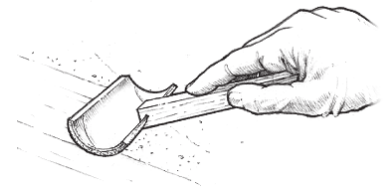

Figura 31 Puntee el revestimiento arrastrando un pincel rodillo de espuma ligeramente sobre el epóxico fresco.
8. Puntee el revestimiento arrastrando un pincel rodillo de espuma ligeramente sobre el epóxico fresco en golpes largos e incluso solapados después de aplicar cada lote. Use suficiente presión para suavizar el punteado, pero no tanta como para remover el revestimiento (Figura 31). Alterne la dirección en la que cada capa se puntea, la primera capa vertical, la segunda capa horizontal, la tercera capa vertical, etc. Una cubierta de rodillos 800 se puede cortar en segmentos menores para hacer un pincel de punteo.